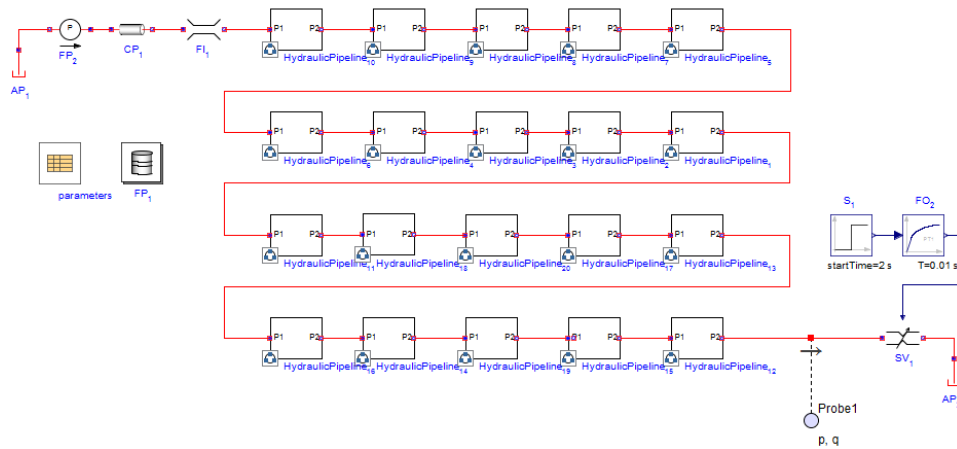
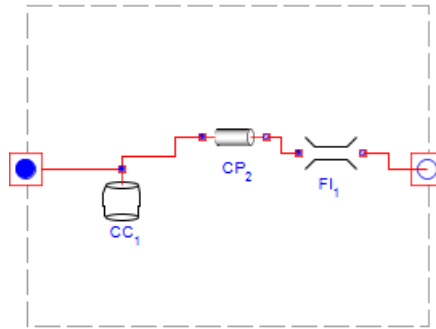

図6.28 ウォーターハンマー
図6.29 離散化されたパイプラインのセグメント
図6.29「離散化されたパイプラインのセグメント」に示すように、各サブシステムは、Compliant Cylinder、Circular Pipe、および Fluid Inertia コンポーネントで構成されています。全長  $L$ 、容量  $V$ 、 $N$  個に分割されたパイプラインには、 $N + 1$  個のパイプ (それぞれの長さは
1. 図6.28 「ウォーターハンマー」 や 図6.29 「離散化されたパイプラインのセグメント」 にあるようなコンポーネントと接続のあるモデルを作成します。
4. **Fixed Pressure** コンポーネントの (図6.28 「ウォーターハンマー」 の  $FP_2$ ) 圧力 (P) を  $500 \text{ kPa}$  に設定します。